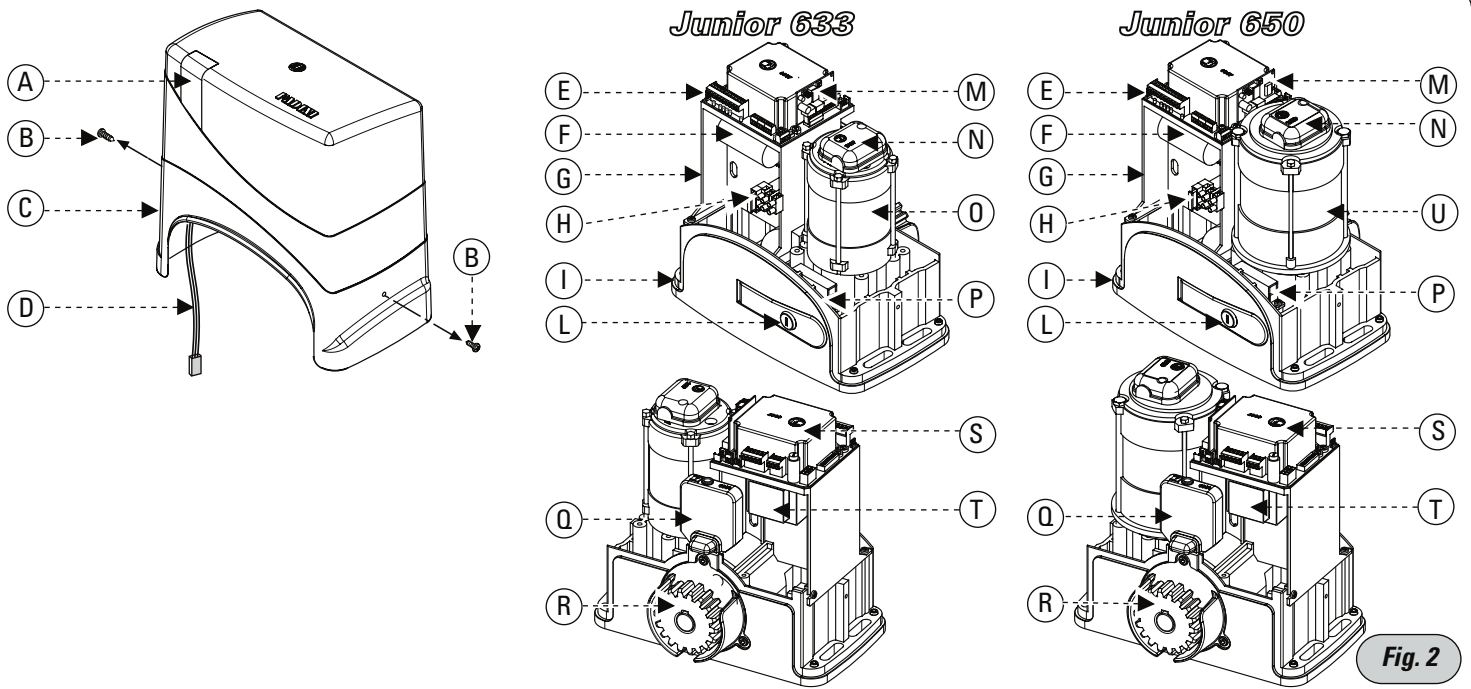

Fig. 2
**I** Distinta dei componenti principali di fig.2:
**GB** Main component list in fig. 2:
**F** Composants principaux (fig.2):
**D** Übersicht der grundlegenden Bauteile in Abb.2:
**E** Lista de los componentes principales ilustrados en la Fig.2: